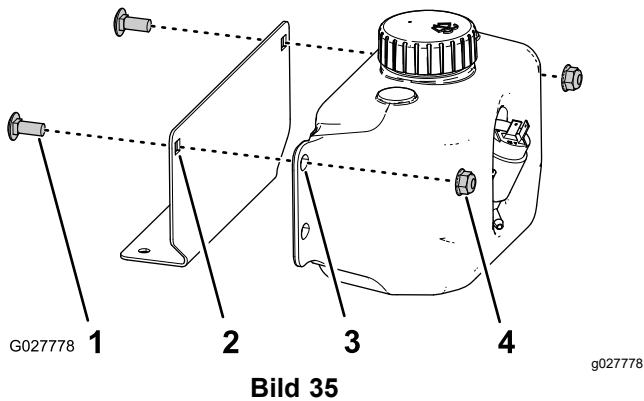

Bild 35
1. Befestigen Sie den Behälter für die Scheibenwaschanlagenflüssigkeit mit den 2 Schlossschrauben (5/16" x 3/4") und 2 Sicherungsmuttern (5/16") an der Halterung der Waschflasche, wie in Bild 35 abgebildet.